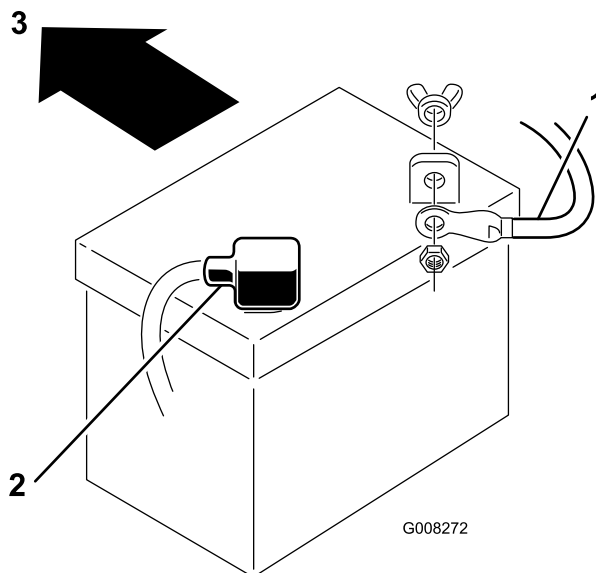

Figure 32
7. Débranchez le câble négatif (noir) de mise à la masse de la borne de la batterie (Figure 32).
9. Débranchez le câble positif (rouge) de la borne de la batterie (Figure 32).
1. Placez la batterie sur le châssis, en dirigeant les bornes vers l'arrière de la machine (Figure 32).
à oreilles (Figure 32). Glissez le capuchon en caoutchouc sur la borne de la batterie.
4. Connectez le câble négatif (noir) à la borne négative (-) de la batterie à l'aide du boulon et de l'écrou à oreilles (Figure 32). Glissez le capuchon en caoutchouc sur la borne de la batterie.